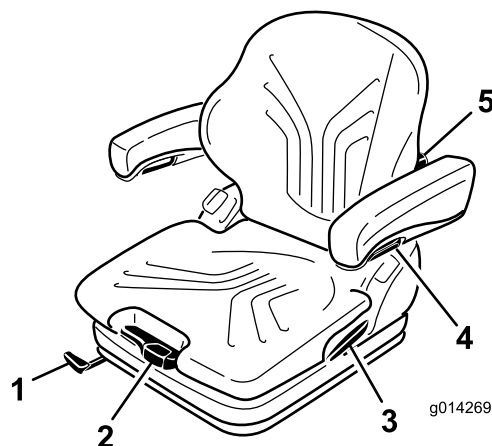

Figura 19
El asiento se ajusta para su peso tirando o presionando la palanca de ajuste de peso (Figura 19).
1. Para ajustar, levante la palanca para desbloquear el asiento (Figura 19).
Gire el pomo de ajuste hasta arriba para ajustar la curvatura de la parte superior del cojín del respaldo. Gire el pomo de ajuste hasta abajo para ajustar la curvatura de la parte inferior del cojín del respaldo (Figura 19).
Para ajustar la altura de los reposabrazos, separe el tapón redondo (Figura 19) de la tapa, afloje la tuerca hexagonal (13 mm) situada detrás de la misma; ajuste los reposabrazos a la posición deseada y apriete la tuerca. Vuelva a colocar el tapón en la tuerca.
Para ajustar el ángulo del reposabrazos, gire el pomo de ajuste (Figura 19).
Tire hacia arriba de la palanca de bloqueo para liberar el cierre del respaldo (Figura 19). Mientras suelta el cierre del respaldo, no aplique carga al respaldo haciendo presión sobre el mismo.